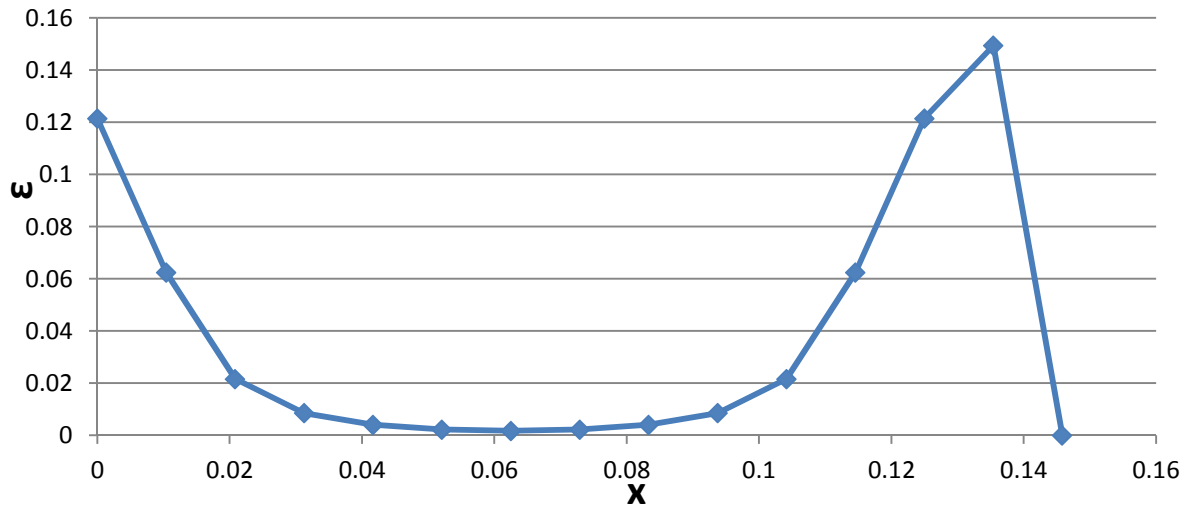

Рис. 4 График деформаций в зависимости от координаты  $\varepsilon(x)$
- 1) Был построен график напряжений  $\sigma(x)$  в зависимости от координаты  $x$ . (Рис. 4)
Графики строятся на промежутке  $0.4 \leq x \leq 0.6$  (рис.4)